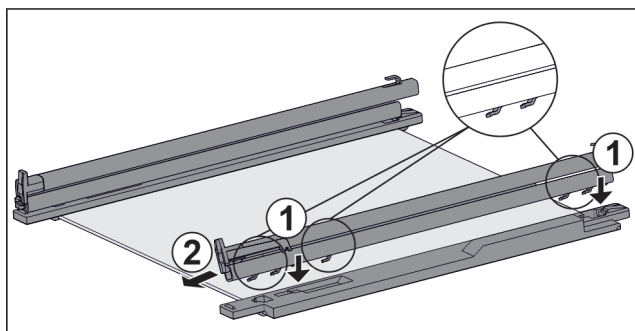

Fig. 130 Стъклена плоча с релси и задържащи части
- Поставете куките на релсата върху отворите на **лявата** задържаща част. Fig. 130 (1)
- Издърпайте релсата напред. Fig. 130 (2)
- Поставете куките на релсата върху отворите на **дясната** задържаща част. Fig. 130 (1)